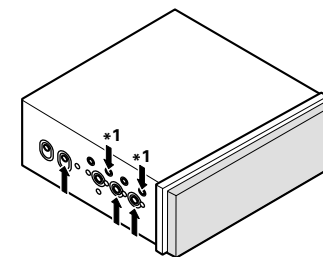
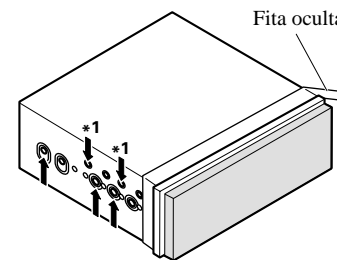
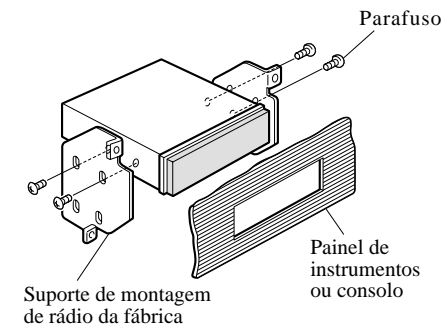

Fig. 13
Fig. 14
Fig. 15
- **Fixação do aparelho no suporte de montagem de rádio da fábrica. (Fig. 13) (Fig. 14) (Fig. 15)**